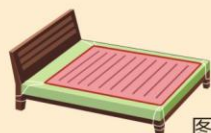

图2
2、选用的带绊扣的电热毯：应将电热毯四角用带子穿过绊扣与床角固定或捆绑在床垫上，以防电热毯折皱使用引起局部过热而损坏。图2